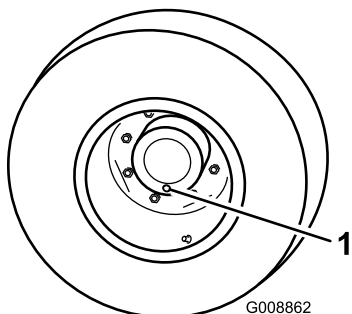

図 81
1. 平らな場所で、ひとつのチェックプラグが最も低い位置 6 時にくるように駐車し 図 81、駐車ブレーキを掛け、刈り込みデッキを降下させ、エンジンを停止し、キーを抜き取る。